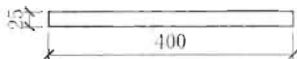

图 4-171
(1) 使用自定义的样板新建一个文件, 在这个样板文件中, 图层、线型和单位等属性都已经设置好, 可以直接开始绘图。
(2) 单击“绘图”工具栏中的“矩形”按钮, 绘制一个 400mm×25mm 的矩形, 如图 4-171 所示。